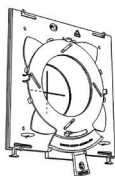

Рис. 1
1. Для осуществления разметки, корпус клапана без крышки прикладывается к стене, отмечается центр отверстия воздушного канала (Рис. 1).